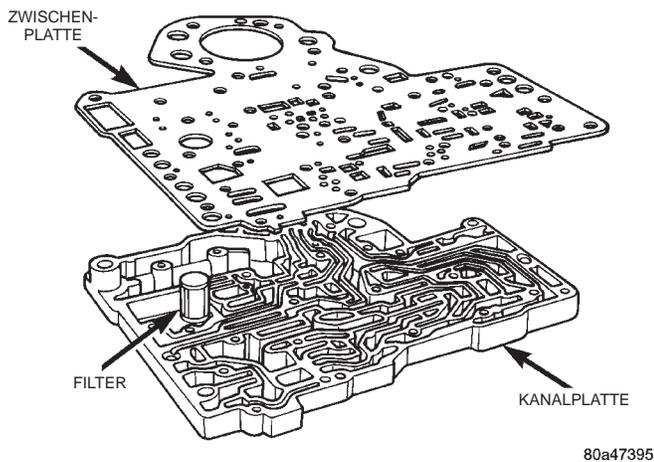

Abb. 57 Kanalplatte und Zwischenplatte
(23) Filter in Öffnung der Zwischenplatte einsetzen (Abb. 57).
(24) Zwischenplatte an der Kanalplatte ansetzen und die Verbindungsschrauben Zwischenplatte-Kanalplatte eindrehen (Abb. 57).